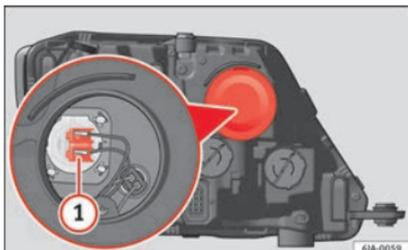

Fig. 90 Remplacement de l'ampoule des feux de route
- Retirez le connecteur **» fig. 90 ①** en tirant vers l'extérieur.